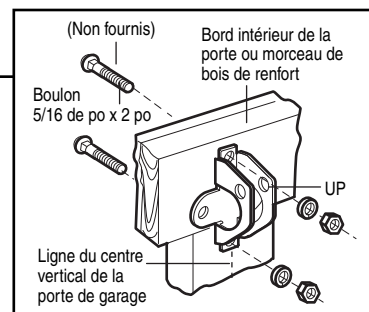

Figure 4
- Utiliser les trous supérieurs et inférieurs ou latéraux de support de porte. Percer des trous de 5/16 po à travers la porte et fixer le support à l'aide de boulons à tête bombée et à collet carré de 5/16 po x 2 po, des rondelles de blocage et des écrous (non fournis). (Figure 4)